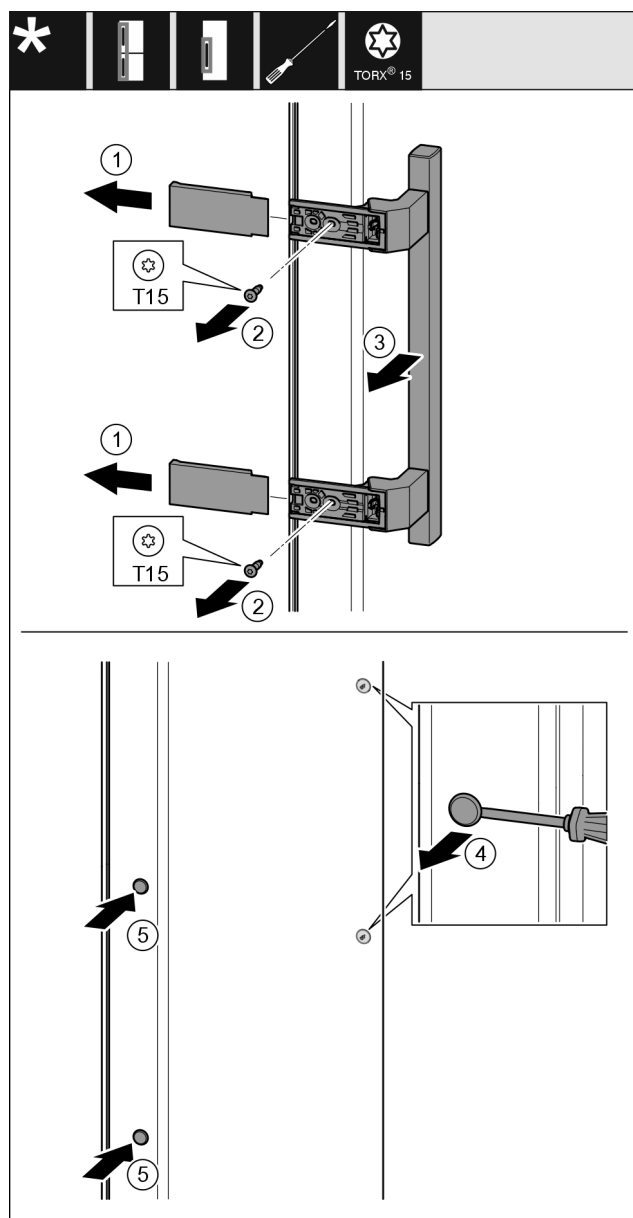

Fig. 54
- Retirer le cache Fig. 54 (1).
- Retirer les vis Fig. 54 (2) avec un tournevis.
- Retirer la poignée Fig. 54 (3).
- Soulever et retirer avec précaution le cache latéral Fig. 54 (4) avec un tournevis plat.
- Replacer le cache Fig. 54 (5) de l'autre côté.